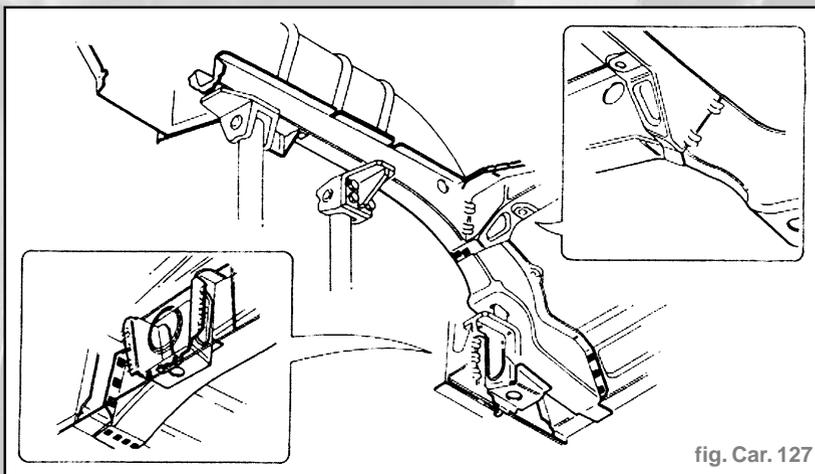

fig. Car. 127
- Effectuer les soudures spécifiques comme indiqué dans la figure (fig. Car. 127).